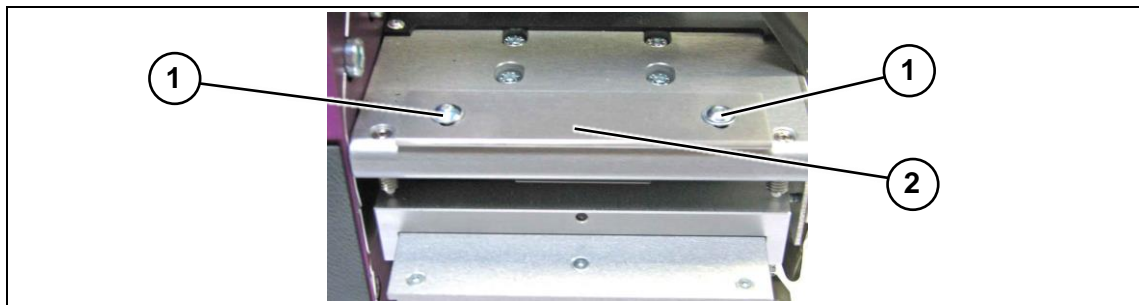

Abbildung 36 Führungsleiste ausrichten
An der Führungsleiste wird die Transferfolie nach dem Druckvorgang zur Aufwicklung umgelenkt (Abbildung 36, Pos. 2). Sie muss so ausgerichtet sein, dass die Transferfolie faltenfrei und sauber zur Aufwicklung geführt wird.
- 1 Öffnen Sie die beiden Befestigungsschrauben (Abbildung 36, Pos. 1) der Führungsleiste (Abbildung 36, Pos. 2) leicht.
- 2 Stellen Sie die Führungsleiste (Abbildung 36, Pos. 2) bei Bedarf nach.
- 3 Ziehen Sie die beiden Befestigungsschrauben (Abbildung 36, Pos. 1) der Führungsleiste (Abbildung 36, Pos. 2) wieder fest.